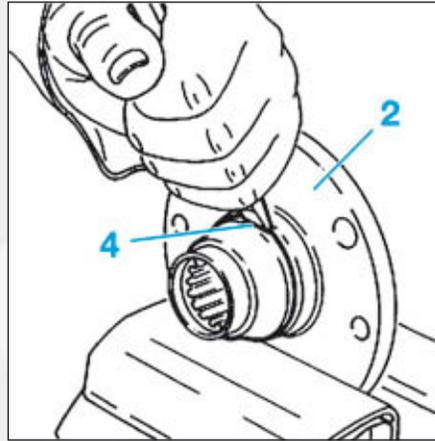

FIG.17
- Positionner le moyeu (2) de roue dans un étau équipé de mordaches (Fig.17).
- A l'aide d'un burin, écarter la bague intérieure (4) du roulement du moyeu (2) afin de pouvoir introduire les bras de l'extracteur.